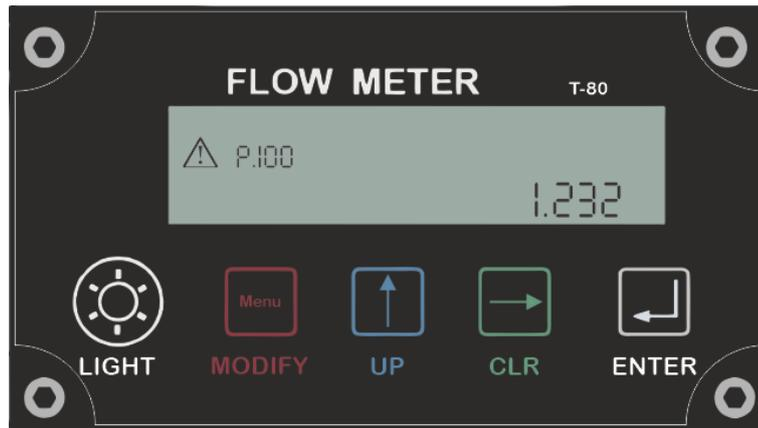
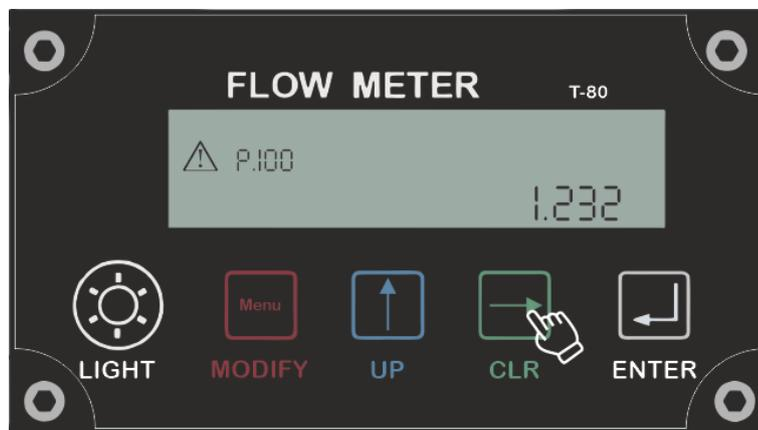

Figura 2.13 – Pantalla de versión del software
Figura 2.14 – Pantalla de versión del software
- El botón **MODIFY** se activará al desplazarnos con el botón **UP**, desde la pantalla principal, al situarnos en la zona de menús, correspondiendo la primera pantalla a la P.100, como lo indica la Figura 2.13. Allí podremos modificar los valores que estarán parpadeando (indicando que se activó el modo de modificación de parámetros) utilizando el botón **UP** para incrementar el valor dígito a dígito y el botón **CLR** para desplazarnos de manera incremental a cada menú, es decir dentro del P.100 al presionar el botón **CLR** aumentaremos el dígito a P.101 y así sucesivamente, indicado por la Figura 2.14 a 2.15.